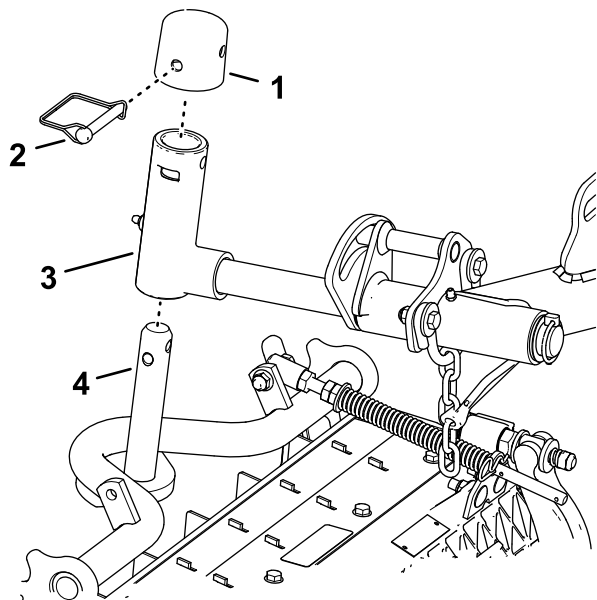

Figura 25
1. Deslice una unidad de corte debajo del brazo de elevación (Figura 25).
Bloquee los pivotes de la unidad de corte para evitar que las unidades de corte giren hacia abajo al cortar a través de una pendiente. Utilice el taladro en el eje pivotante del brazo de elevación (Figura 25) para bloquear la unidad de corte. Utilice la ranura si la unidad de corte es dirijible.